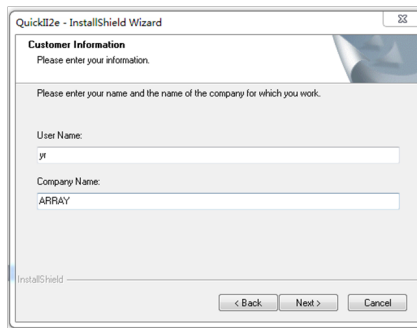

图 1.3
- 若用鼠标单击 (Next) 按钮，进行下一步安装，进入显示用户名及计算机名称，如图 1.3 所示，您可以对其修改。
- 若用鼠标左键单击 (Back) 按钮，则返回到上一步安装画面，如图 1.3 所示。